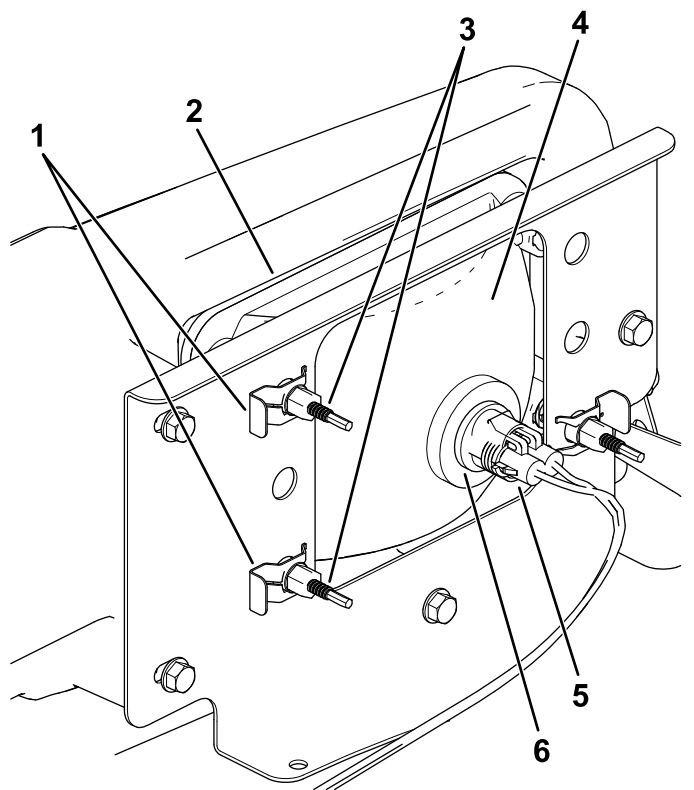

Figure 51
3. Débranchez le connecteur électrique sur le faisceau du connecteur du phare (Figure 51).
4. Retirez les clips rapides qui fixent le phare sur son support (Figure 51).
5. Déposez le phare en le poussant vers l'avant et hors de l'ouverture dans le pare-chocs avant (Figure 51).
6. Insérez le phare de rechange dans l'ouverture du pare-chocs (Figure 51).
8. Branchez le connecteur électrique du faisceau sur le connecteur du phare (Figure 51).
5. Au dos du phare, tournez les vis de réglage (Figure 51) afin de faire pivoter le phare et d'aligner la position du faisceau projeté.